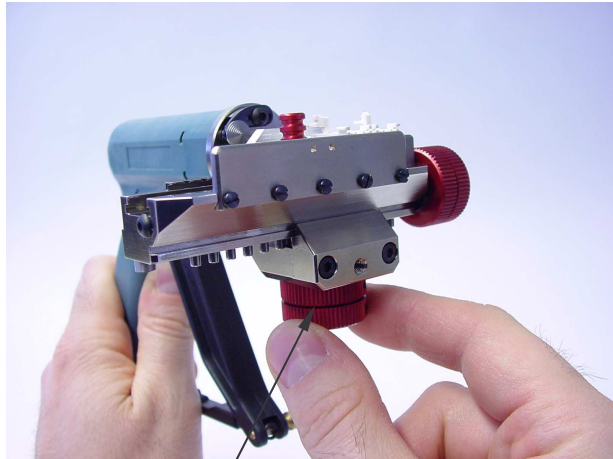

Abbildung 9
**5.** Drehen Sie die Rändelschraube zur Positionierung der Kontaktkammern so, dass die gewünschte Kontaktkammer vor dem Stuffer positioniert wird. Legen Sie das Kabel von oben zwischen den Stuffer und die Kontaktkammer ein bis es auf dem Kamm aufliegt (siehe Abbildung 9 und 10).